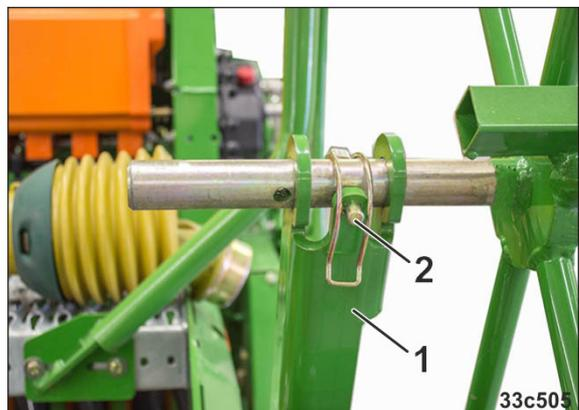

Fig. 149
- 3.2 Das Spornrad in die Transporthalterung (Fig. 149/1) stecken und mit dem Klapstecker (Fig. 149/2) sichern.